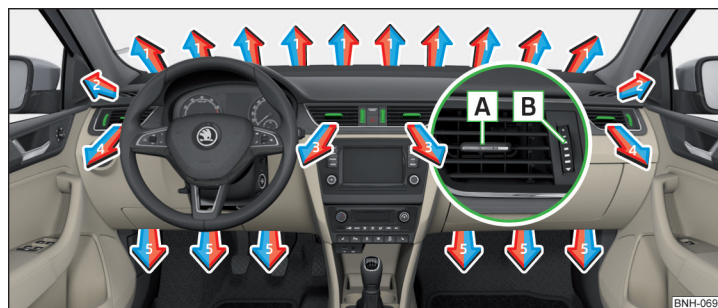

Fig. 118 Fantele de ventilație
La fantele de ventilație **3** și **4** » fig. 118 se poate modifica direcția curentului de aer, iar duzele se pot deschide și închide și individual.
Reglarea sensului de curgere a aerului are loc prin deplasarea servoelementului **A** » fig. 118 în direcția dorită.
- Rotiți regulatorul **B** în sus/jos » fig. 118.
Setarea direcției fantei de ventilație	Gurile de ventilație » fig. 118